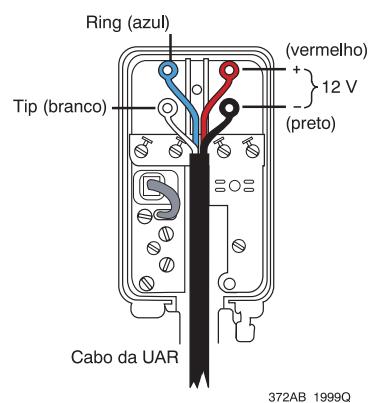

Figura 21. Cabo da UAR
3. Conecte o cabo da UAR à caixa de junções conforme mostrado na Figura 21 e na Tabela 11.